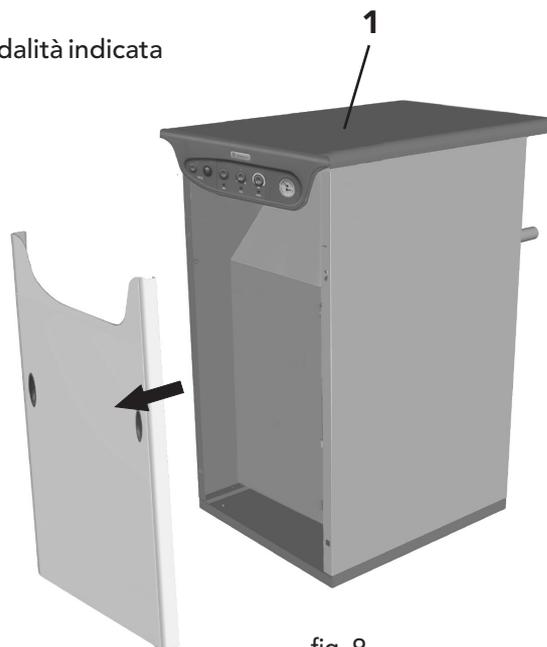

fig. 9
Per aprire il pannello anteriore della caldaia, vedere la modalità indicata nella fig. 9.
- Togliere il pannello anteriore della caldaia (fig. 9).